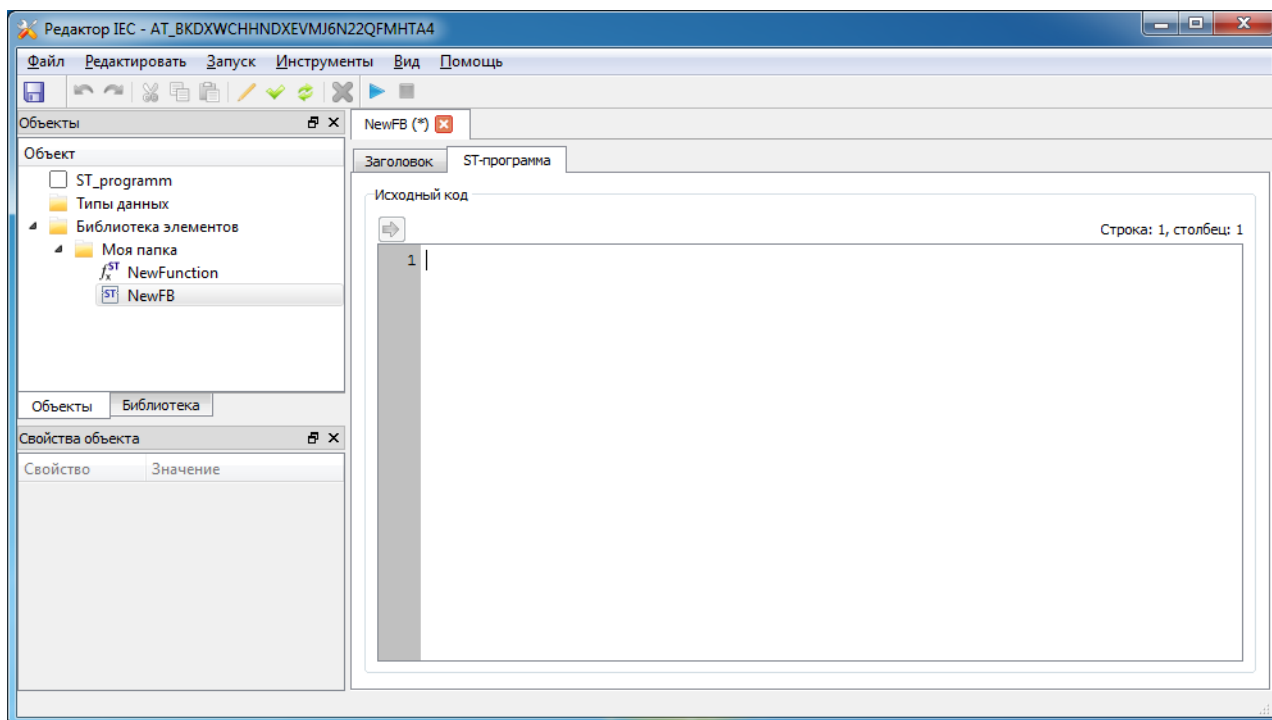

Рисунок 3.98 - Вкладка ST-программа окна редактирования функционального блока
- **ST-программа** - алгоритм или код программы (см. рис. 3.98).